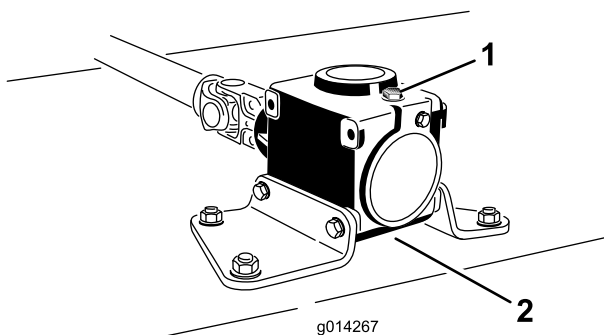

Figure 42
6. Retirez le bouchon de remplissage-jauge au sommet du boîtier d'engrenages (Figure 42) et vérifiez que le niveau de lubrifiant se situe entre les repères sur la jauge.
6. Retirez la jauge/le bouchon de remplissage du haut du boîtier d'engrenages (Figure 42).